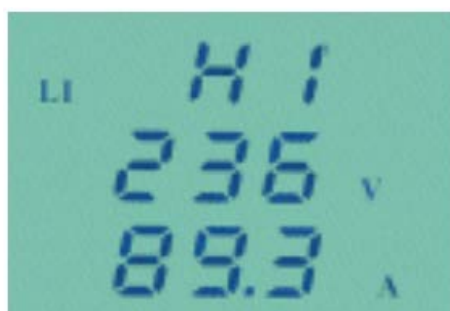

Рис. 7
- Каждое нажатие кнопки « \uparrow » или « \downarrow » меняет фазы (рис. 7).